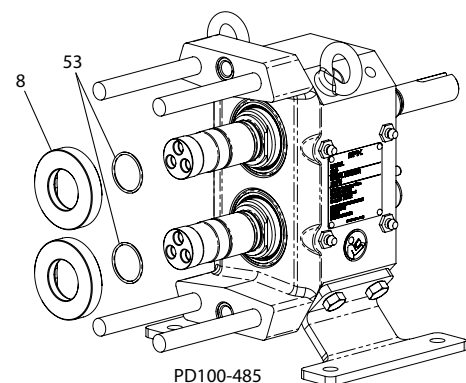

Figura 34 - Îndepărtați locașurile sigiliului
1. Îndepărtați locașurile sigiliului (Figura 34, articol 8) din axuri. Aveți grijă să nu deteriorați locașurile sau axurile.